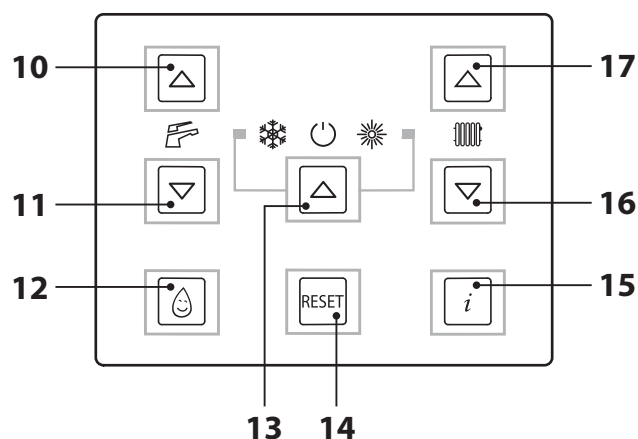
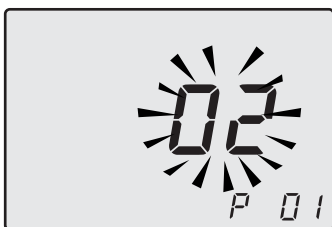

Рисунок 9.16
Рисунок 9.17
- Войти в "режим программирования", нажав одновременно и удерживая в течение 10 секунд кнопки 13-16-17 (Рисунок 9.16), до появления на ЖК дисплее кода **P01**, который сменяется значением параметра, указывая на вход в "параметр 01" (Рисунок 9.17).
- Чтобы подтвердить заданное значение, нажмите кнопку 13 (Рисунок 9.16).